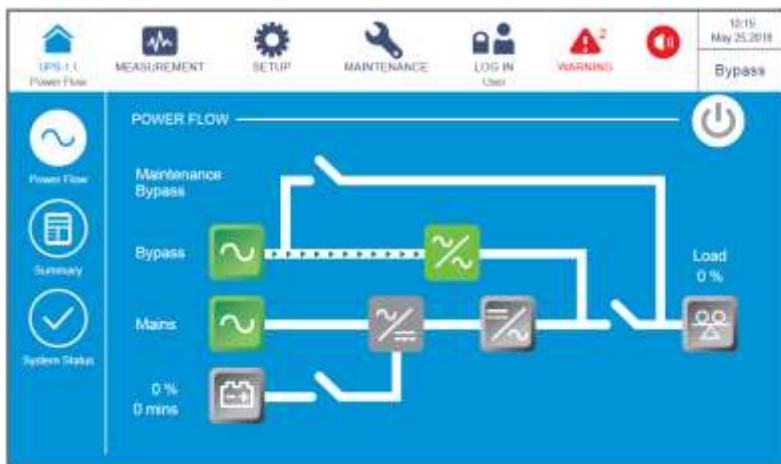

Рисунок 6-69: Экран байпасного режима
- 3) После выбора 'YES', ИБП прекратит внутреннее тестирование без нагрузки и перейдет в байпасный режим. В этот момент трехцветный светодиодный индикатор горит желтым цветом и появляется следующий экран (Рисунок 6-69). Расположение трехцветного светодиодного индикатора см. на Рисунке 2-11.